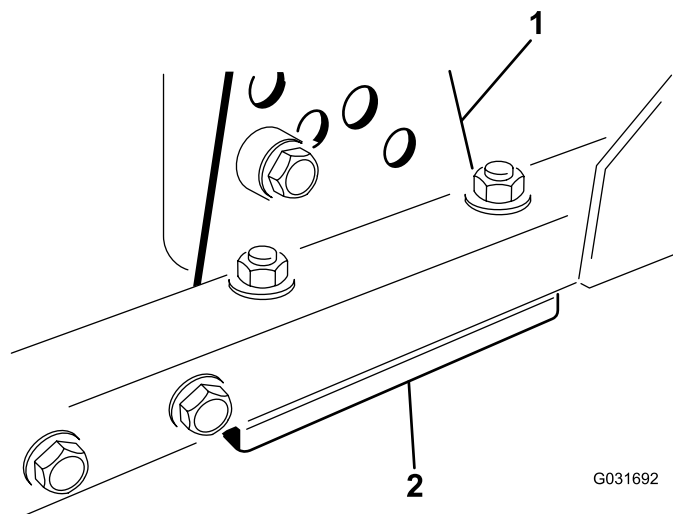

Figura 100
1. Retire o suporte da altura de corte (frente, esquerda ou direita) da estrutura da plataforma (Figura 100).
2. Ajuste os calços de 1,5 mm e/ou de 0,7 mm entre a estrutura da plataforma e o suporte para obter a definição de altura pretendida (Figura 100).